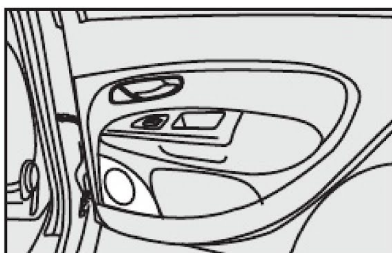

fig. 105
- alto-falantes nas portas traseiras **fig. 105**,